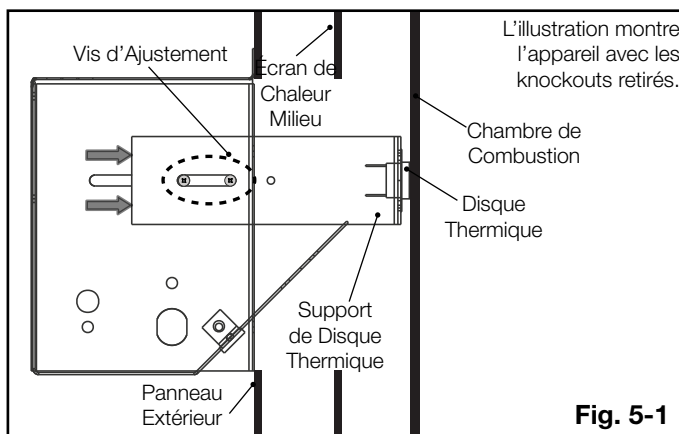

Fig. 5-1
1. Assurez-vous que le support de disque thermique est en la position correcte (**Fig. 5-1**).
5. Accédez entre le panneau extérieur et la chambre de combustion, puis faites glissez le support de disque thermique jusqu'à ce que le disque thermique touche l'arrière de la chambre de combustion (**Fig. 5-1**).